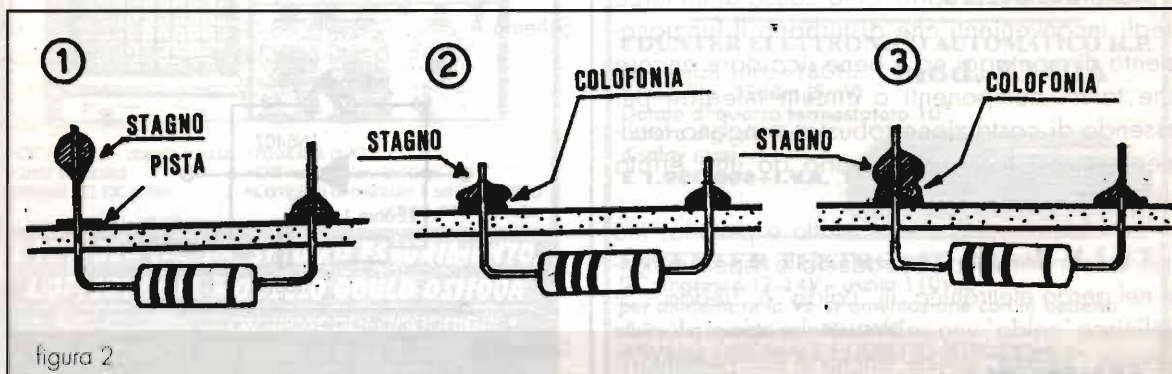

figura 2
Nella figura 2 vengono rappresentate alcune saldature. Nel primo caso (1), la saldatura è fatta sul reoforo del componente, distanziata dalla pista; nel secondo (2) la saldatura è apparentemente perfetta, però risulta essere "fredda" in quanto la poca quantità di calore non ha permesso la fusione dello stagno sulla pista; nel terzo (3), si è inserita una piccola quantità di colofonia, (sostanza contenuta nello stagno), creando uno strato isolante: si tratta in realtà non di una stagnatura bensì di una incollatura.